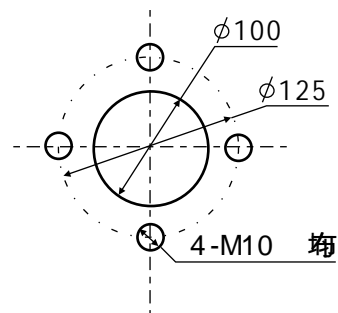

图 7 法兰安装开孔尺寸
- 2、缆式探极为管螺纹或法兰安装（法兰安装开孔尺寸见图 7），只能顶装。
- 3、平面探极为法兰安装（法兰安装开孔尺寸见图 7），只能侧装。